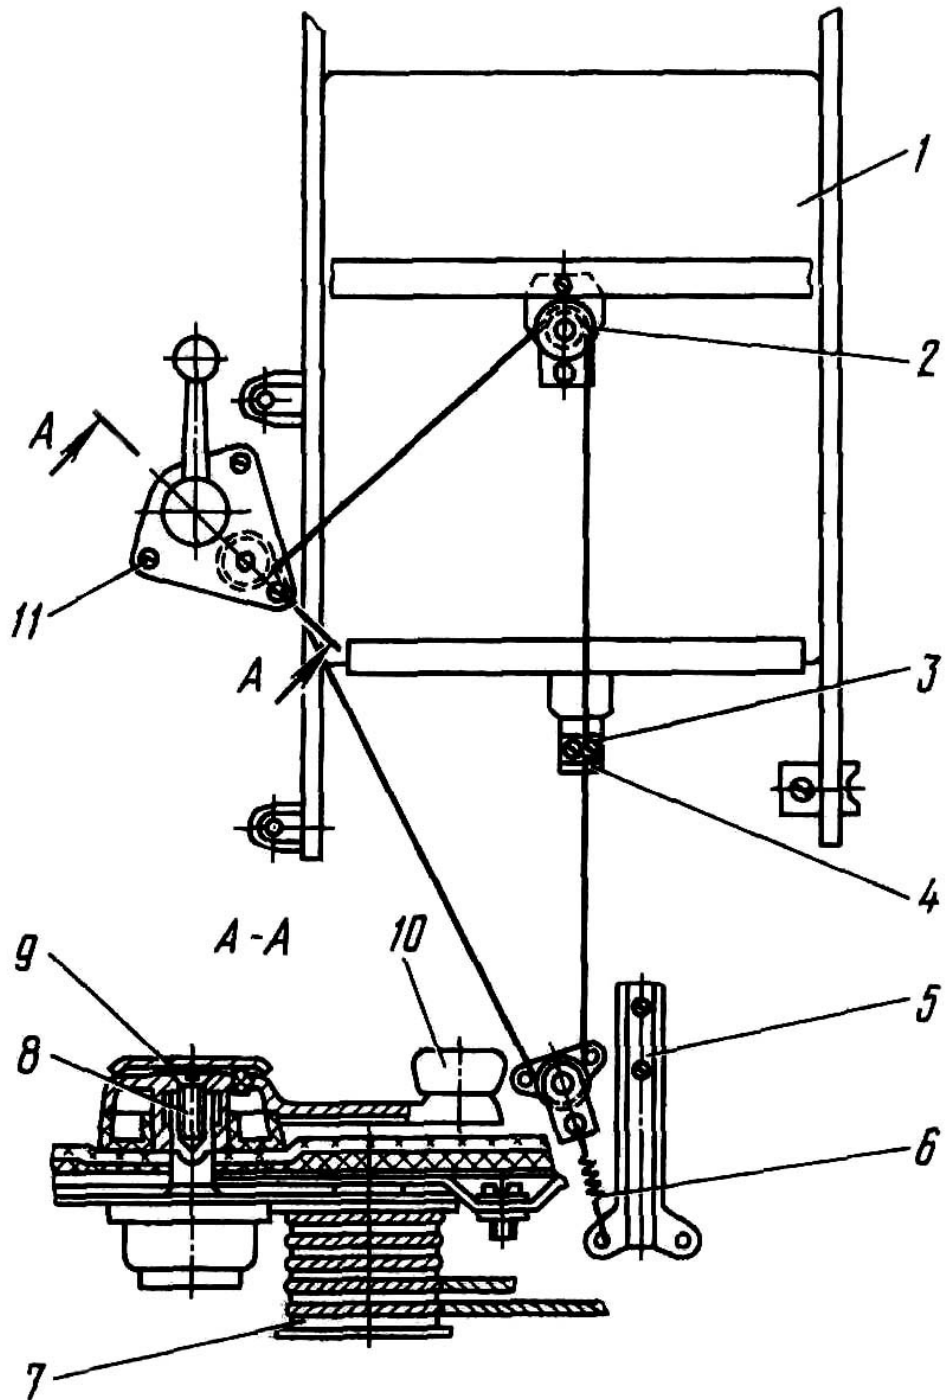

Рис.101. Стеклоподъемник:
1. Вынуть заглушку 9 (рис.101) ручки стеклоподъемника. Вывернуть винт 8 крепления ручки 10 и снять ее.
3. Установить в рабочее положение кронштейн пружины 6 (см. рис.101), совместив отверстия крепления в кронштейне и в панели двери.